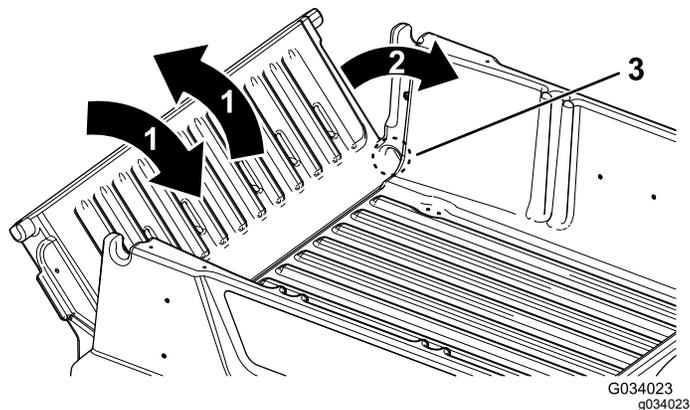

Рисунок 14
2. Установите откидной борт в положение под углом приблизительно  $45^\circ$  (Рисунок 14).
3. Короткими движениями, встряхивая, переместите откидной борт назад и вперед несколько раз (Рисунок 14).